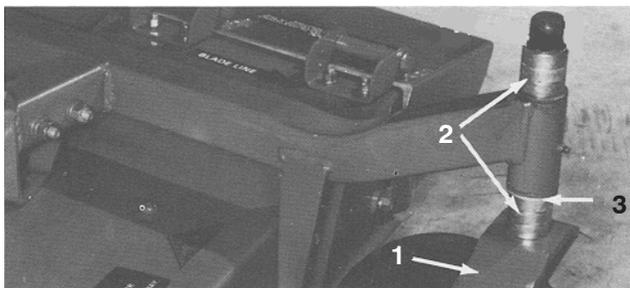

Figure 18
2. Retirez le chapeau de tension de l'axe de pivot. Glissez les entretoises sur l'axe de la roue pivotante pour obtenir la hauteur de coupe désirée (Fig. 18 et 19). Glissez ensuite la rondelle (Fig. 18 et 19) sur l'axe.
3. Poussez l'axe de pivot dans le bras pivotant. Glissez toute entretoise restante sur l'axe (Fig. 18 et 19). Fixez l'ensemble avec le chapeau de tension.